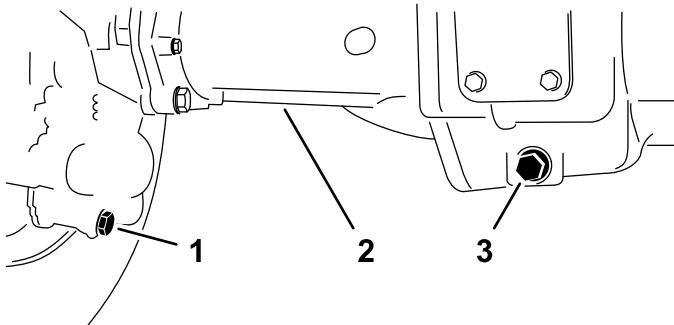

Figure 97
2. Nettoyez la surface autour des 3 bouchons de vidange (Figure 97) – 1 sur chaque carter de coupe conique (du côté extérieur des carters de ponts) et 1 sur le boîtier d'engrenages central.
3. Retirez chaque bouchon de vidange (Figure 97) et faites couler l'huile dans un bac de vidange.